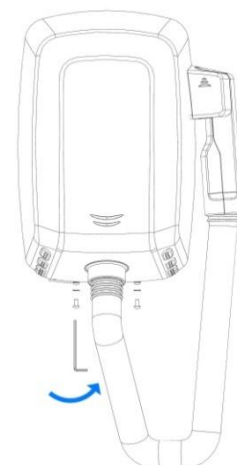
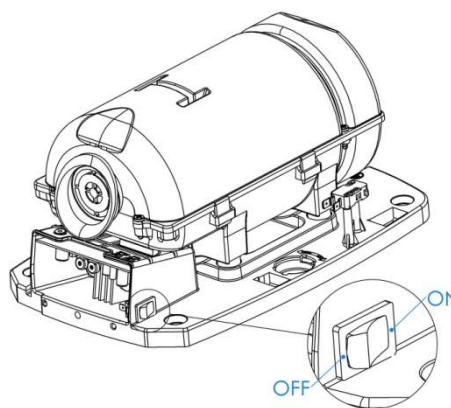

Abb. 11
Abb. 13
- Befestigen Sie das Gehäuse mit den entsprechenden Schrauben auf dem Sockel und ziehen Sie diese mit dem zu diesem Zweck mitgelieferten Schraubenschlüssel an. (Abb. 11)
Die Anpassung des Motors wird durchgeführt indem das linke Potentiometer bewegt wird, wie auf Abb. 11 gezeigt. Die Heiz-Resistenz wird mit dem an der linken Seite des Sockels angebrachtem Schalter abgestellt (Abb. 13)